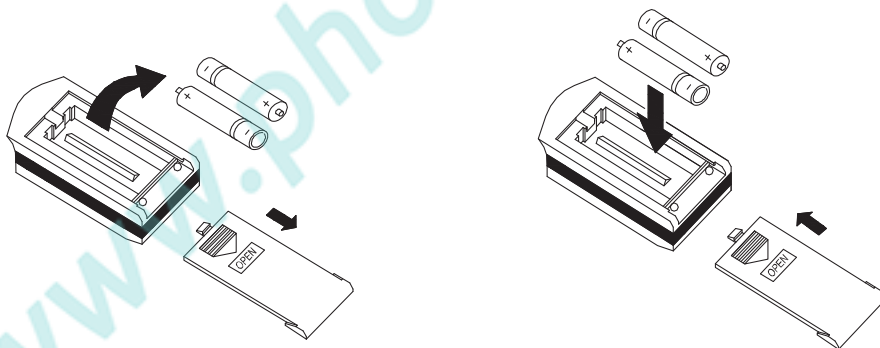

Рис. 5.2.
- Для извлечения батареек при замене снимите крышку пульта управления в направлении стрелки (см. рис. 5.2), извлеките отработавшие батарейки и установите новые. Установите крышку пульта на место.